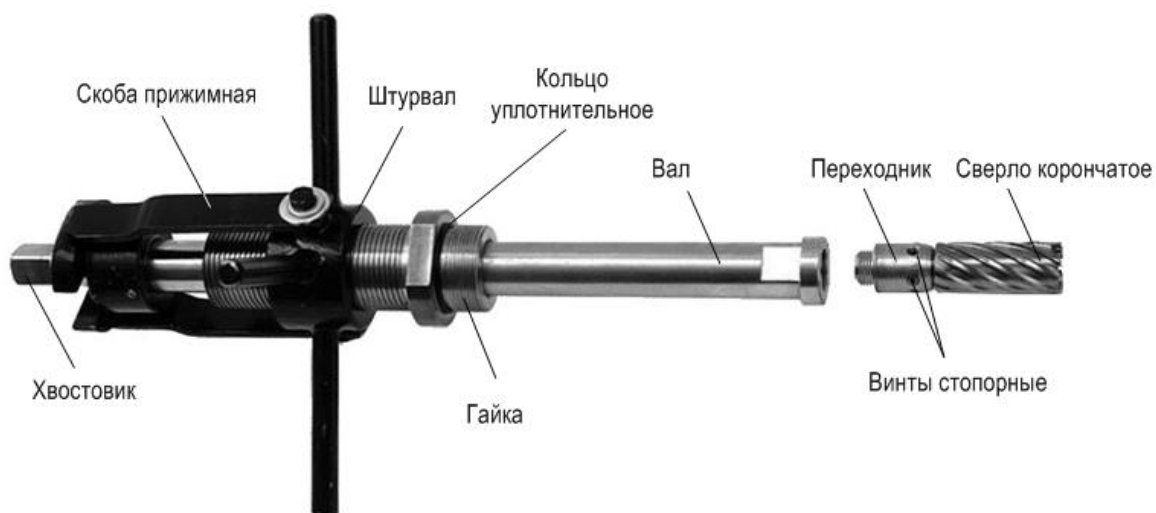

Рис.6. Вид устройства УВМД и переходника со сверлом корончатым.
4.3.5. Сверло корончатое установить в переходник и застопорить винтами (рис.6). Затем переходник с корончатым сверлом установить в торец вала устройства для высверливания и монтажа / демонтажа ПЭА (УВМД).